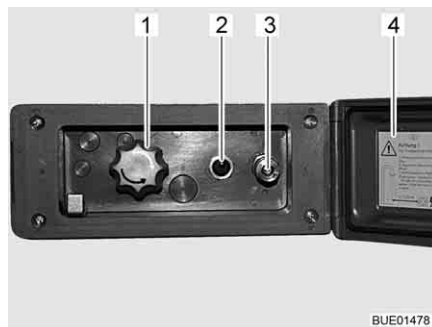

Fig. 94 Branchement de la douche extérieure
- Déverrouiller et ouvrir le couvercle (Fig. 94,4).
- Brancher le flexible de la douche extérieure sur la fermeture rapide (Fig. 94,3).
- Allumer la pompe à eau avec le commutateur (Fig. 94,2).
- Régler la température de l'eau selon ses désirs avec le bouton rotatif (Fig. 94,1).
- Éteindre la pompe à eau avec le commutateur (Fig. 94,2).
- Fermer le couvercle (Fig. 94,4) et verrouiller avec la clé.
- Placer le bouton rotatif (Fig. 94,1) sur la position intermédiaire.